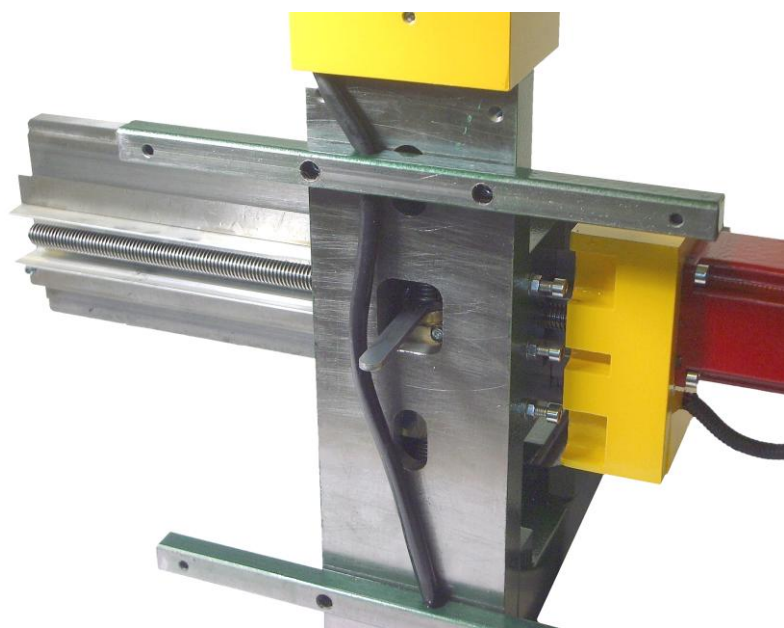

Рис. 12. Вращение венца регулировки.
2.5.4.5 Установить на венец регулировки специальный ключ из комплекта станка (**Рис. 12**).